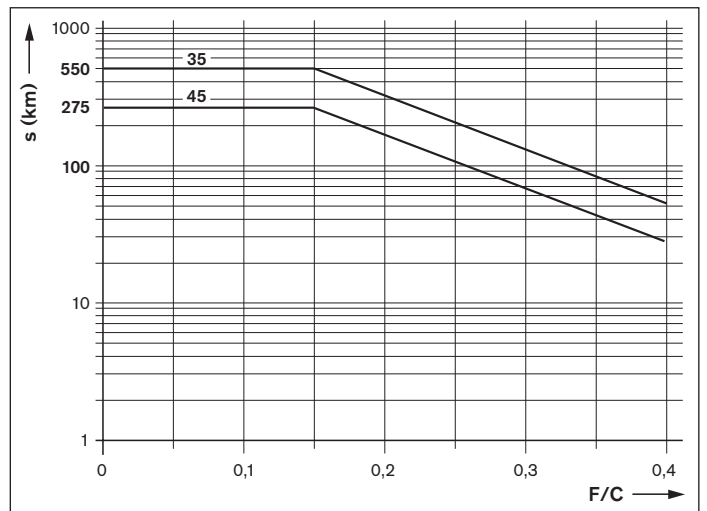

Figura 1: Intervalo de relubrificação
- ▶ Quando o intervalo de lubrificação da figura 1 é alcançado, introduzir a quantidade de lubrificante conforme a tabela 2.
- ▶ Quando o intervalo de lubrificação da figura 1 é alcançado, introduzir a quantidade de lubrificante para cada conexão conforme a tabela 2.